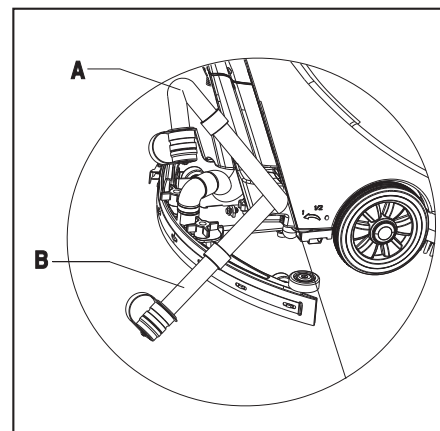

FIGURA 13
2. Levante el conjunto de la escobilla (14).
4. Tome el mango (2) e incline suavemente la máquina hacia atrás hasta que la rueda de guía toque el suelo.
5. Retire la manguera de drenaje de la pinza, doble el extremo superior de la manguera de drenaje (A, Figura 13), y luego retire el tapón de la manguera de drenaje. Baje la manguera a un nivel bajo o en el suelo para drenar el agua. Alternativamente, coloque la manguera de drenaje en una posición baja o en el suelo para que la salida de agua quede boca abajo (B, Figura 13), y luego torcer abriendo la tapa de drenaje para drenar el agua residual del depósito. Una vez completado el drenaje, enjuague el interior del depósito de recuperación con agua limpia
Al drenar el agua residual, la manguera de drenaje debe ser doblada o bajada a una posición más baja (Figura 13 A o B), y la tapa retirada para drenar las aguas residuales. No permita que se abra la manguera de drenaje hacia arriba, ya que podría mojar al usuario.